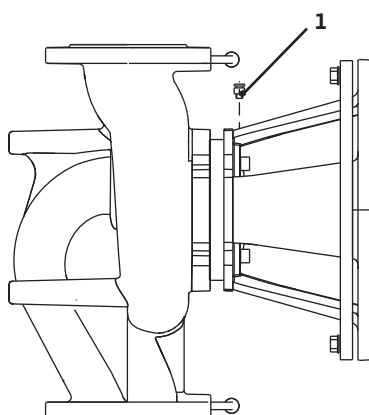

Fig. 34: Valvola di sfiato
- Sfiatare le pompe allentando le valvole di sfiato (fig. 34, pos. 1). Il funzionamento a secco distrugge la tenuta meccanica della pompa. Il trasduttore differenza di pressione non deve essere sfiatato (pericolo di distruzione).